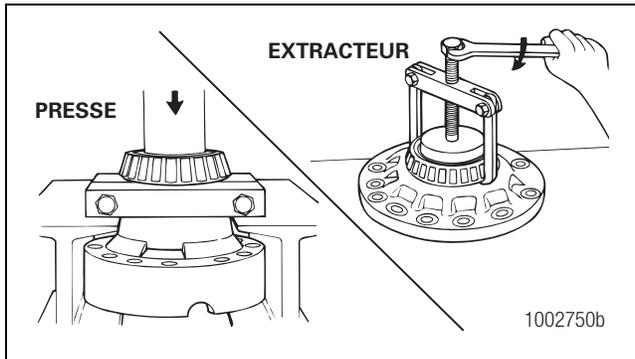

Figure 3.21
- Si les roulements de différentiel sont remplacés, chasser les cônes de roulement des demi-boîtiers au moyen d'un extracteur de roulement ou d'une presse. Figure 3.21.